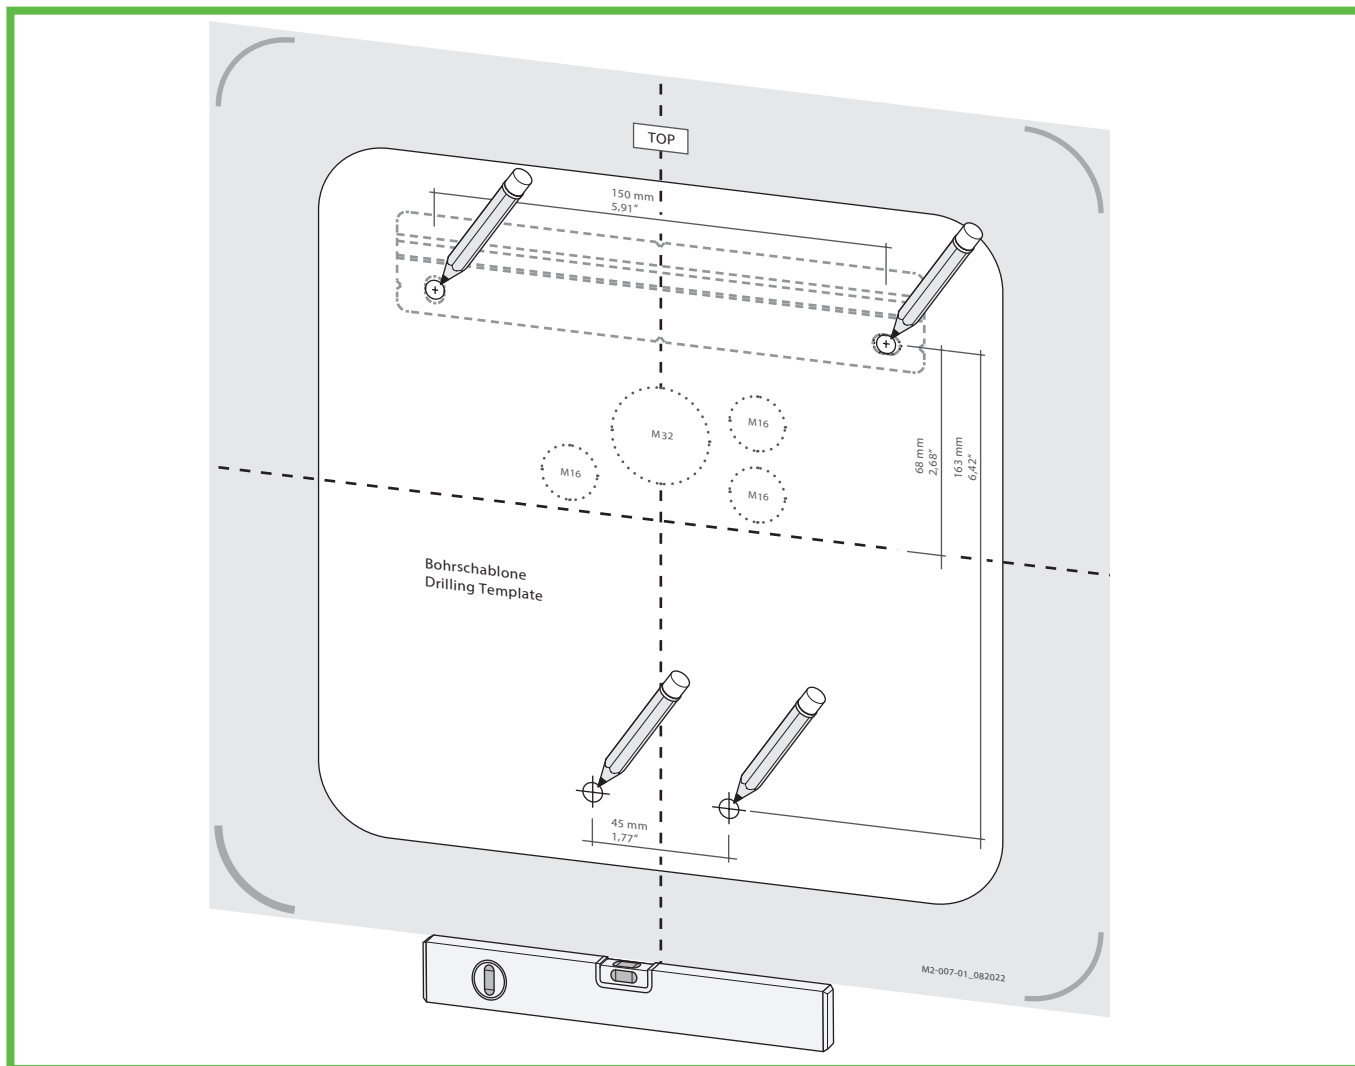

Bild 7: Markera fästpunkter
- ▶ Markera fästpunkter för monteringskena och laddbox (bild 7).
- ▶ **Bara vid ledningsinföring genom baksidan:** Markera aktuella kabelinföringar på laddboxen (bild 7).